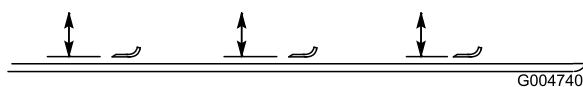

Figura 137
4. Ruotate la lama fino a quando le estremità non sono rivolte in avanti e indietro e misurate la distanza tra l'interno del piatto di taglio e il tagliente sulla parte anteriore della lama (Figura 137).